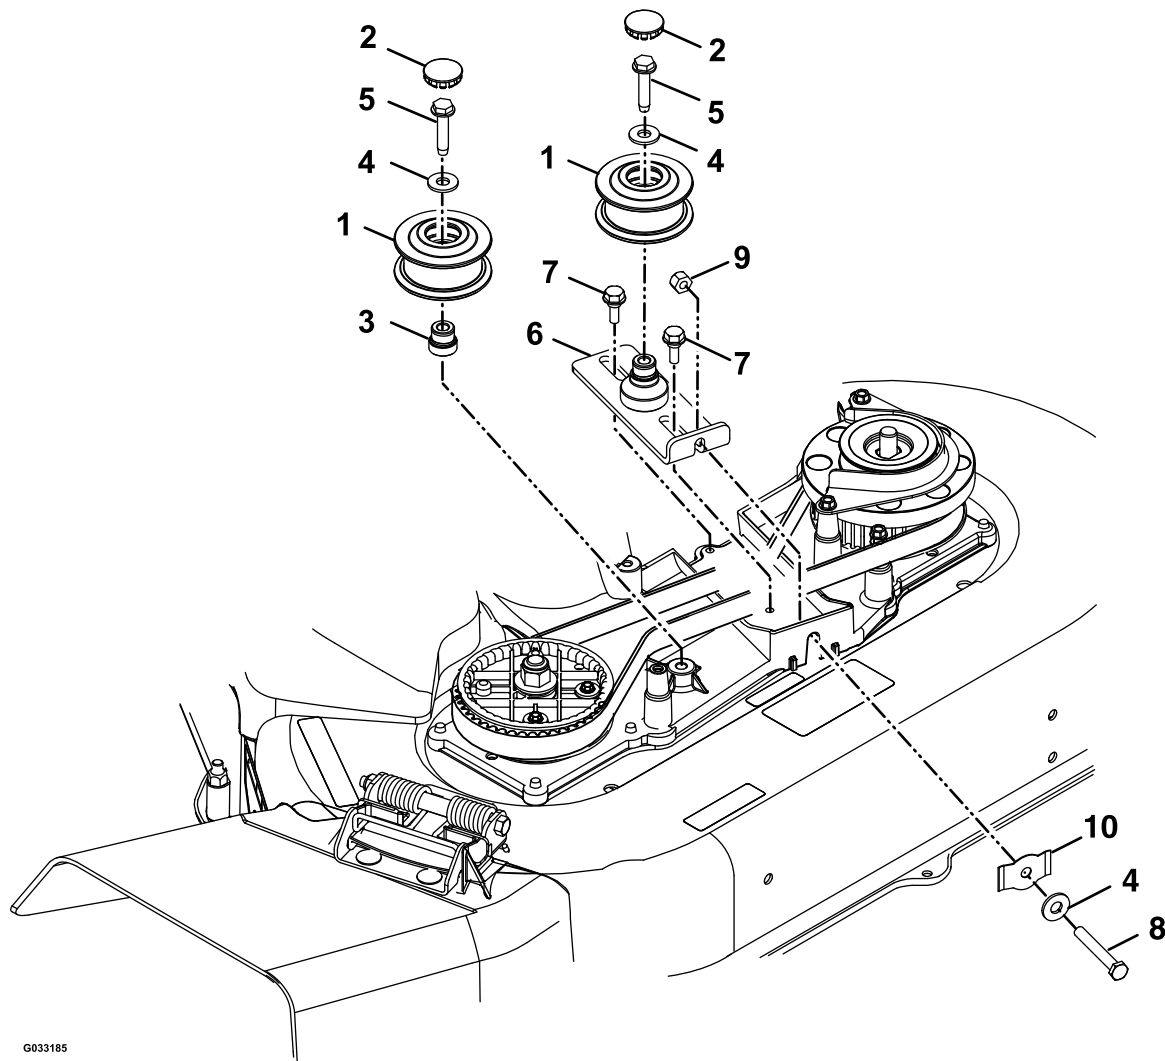
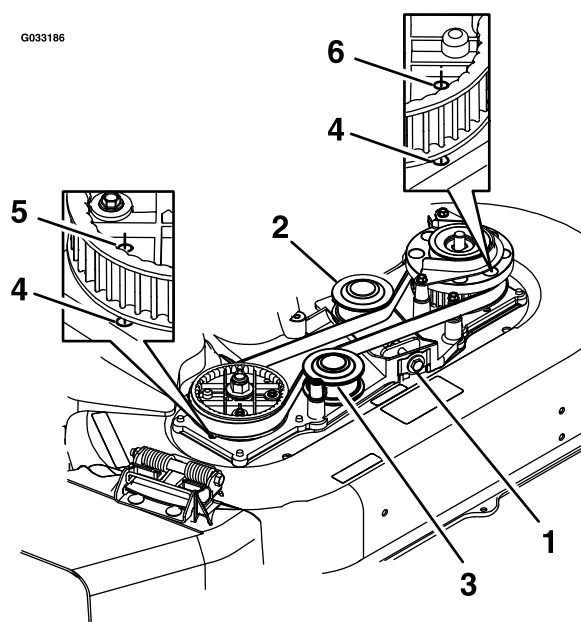

Figura 2
Figura 4
1. Usando los componentes del kit, monte una polea en el adaptador del soporte de la polea tensora, y sujétela con un tornillo autorroscante de 5/16" x 1 1/2" y una arandela plana (ver Figura 2). Apriete el tornillo a 16–20 N·m (144–176 pulgadas-libra). Instale el tapón redondo sobre el tornillo y presione hacia abajo hasta que encaje en la polea.
en Figura 4. Sujete los piñones con una varilla o un destornillador.
5. Con las cuchillas inmovilizadas y los dientes de la correa engranados en los piñones, instale la polea tensora fija, según se muestra en Figura 2 y Figura 4. Apriete el tornillo de 5/16" x 1 1/2" a 16–20 N·m (144–176 pulgadas-libra). Instale el tapón redondo sobre el tornillo y presione hacia abajo hasta que encaje en la polea.